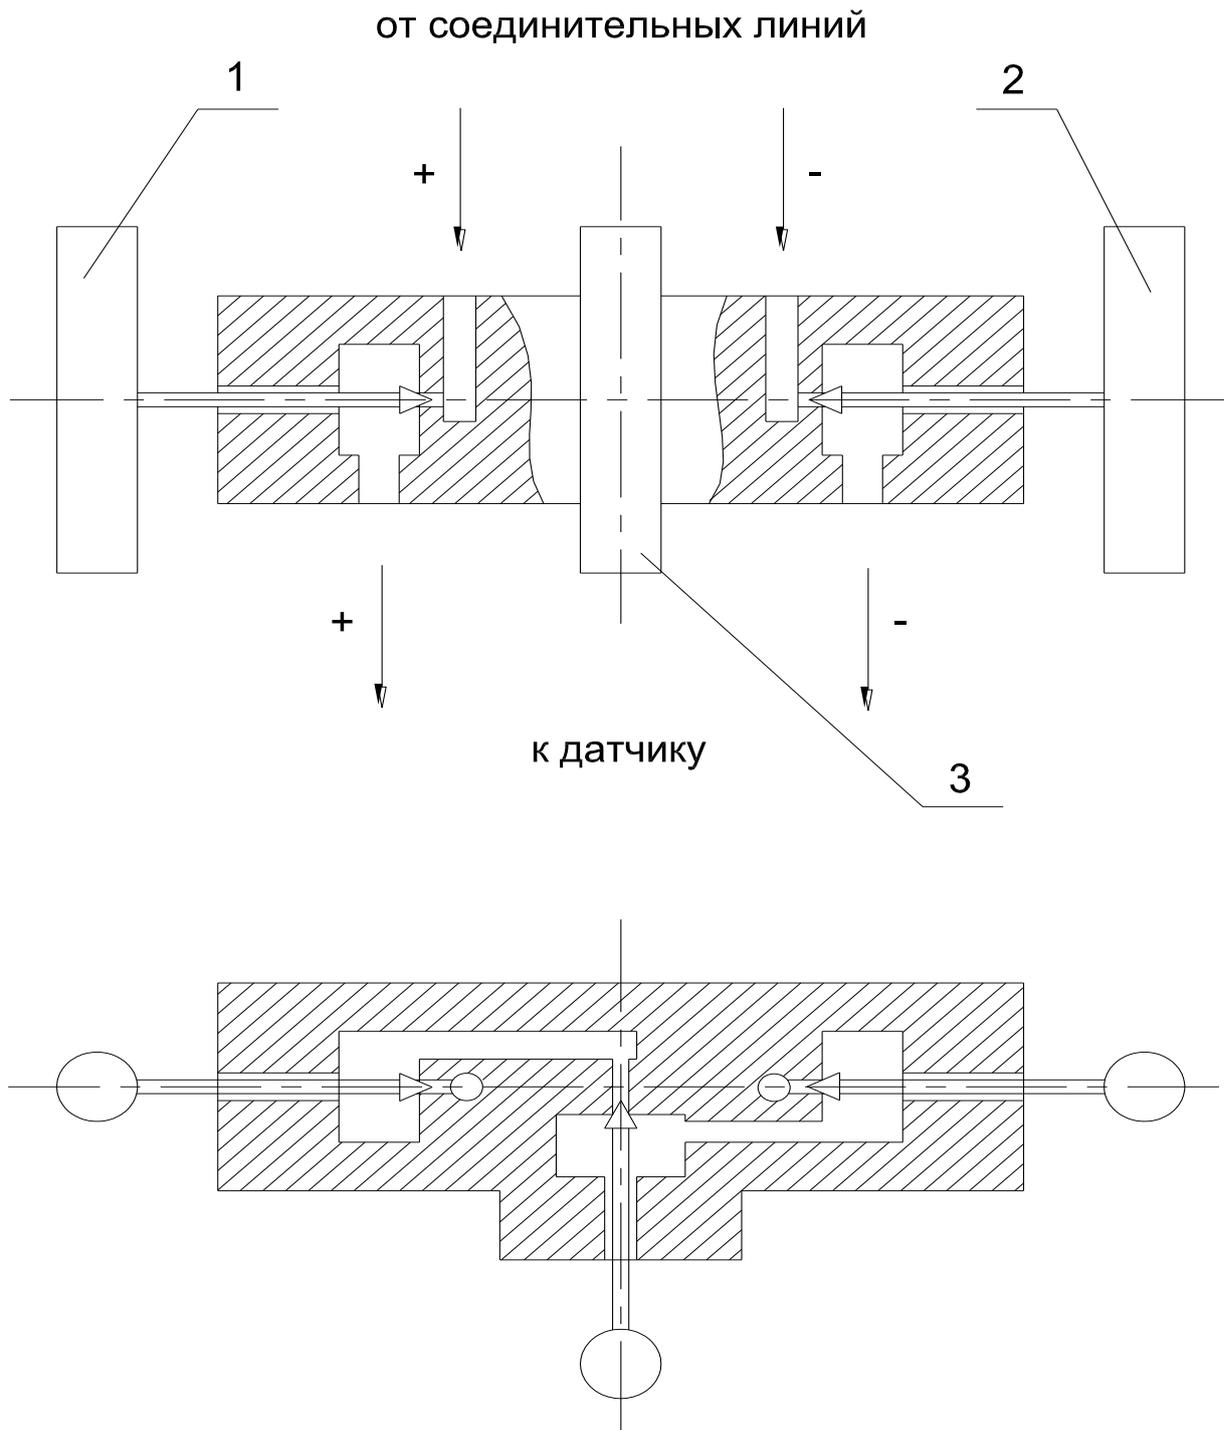

Рисунок 4 Схема клапанного блока
- 3) произвести продувку или слив конденсата, для чего открыть уравнильный клапан 3 (рисунок 4), затем плавно повернуть рукоятку 1 «плюсовой» камеры на 0,5-1 оборот против часовой стрелки, находясь при этом вне зоны продувки или слива конденсата;